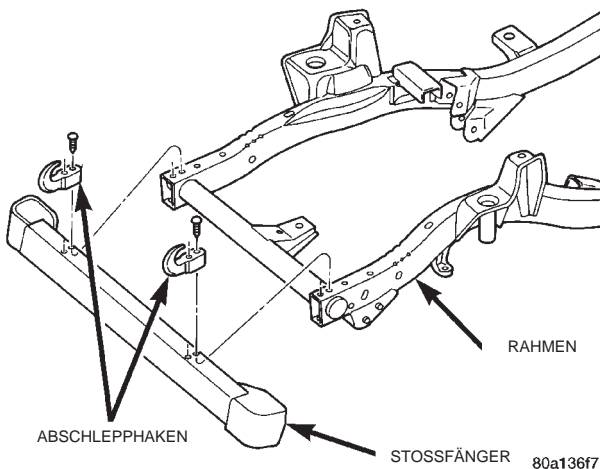

Abb. 1 Vordere Abschlepphaken
- (1) Die TORX-Schrauben lösen, mit denen der Abschlepphaken am Stoßfänger befestigt ist (Abb. 1).
- (2) Den Abschlepphaken vom Stoßfänger abbauen.